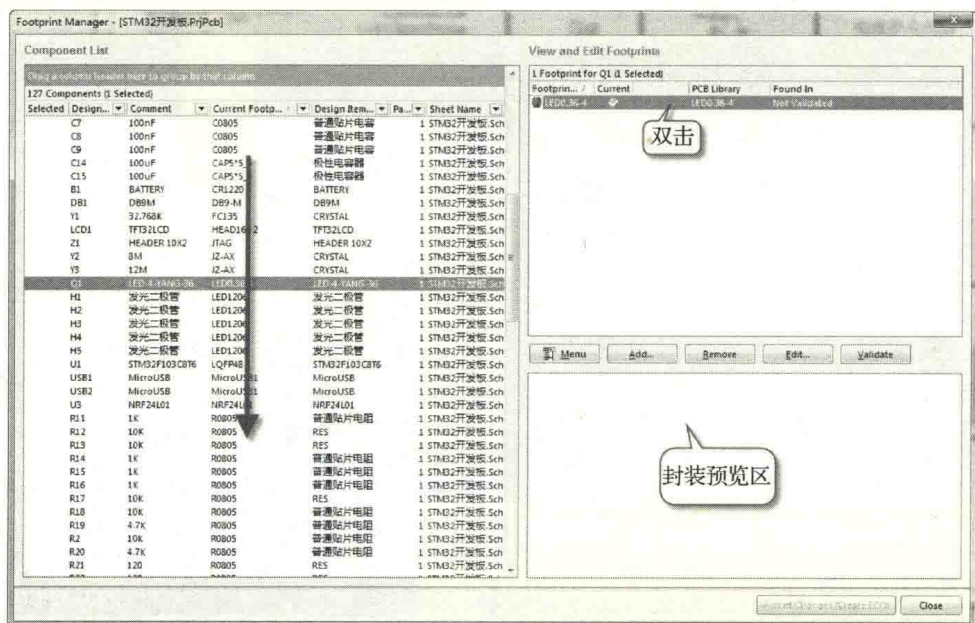

图 12-34 封装检查预览
(3) 空白的地方表示这些元件没有添加封装名称，会造成“Unknown Pin”的出现，需要根据实际需要添加好封装名称。
(4) 一一选择当前封装的列表，可以在封装预览区看到匹配封装，如图 12-34 所示，如果在预览区不存在预览封装，则证明此封装的路径或者名称匹配有问题。